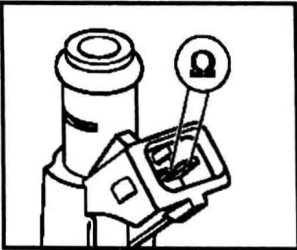

图 1-1-21 示意图
(2) 如图 1-1-21 所示，将万用表（电阻挡）接到喷油阀上。规定值：12 ~ 13Ω（室温）。
(3) 如果未达到规定值：更换喷油阀。
(4) 如果达到规定值：检查供电电压。